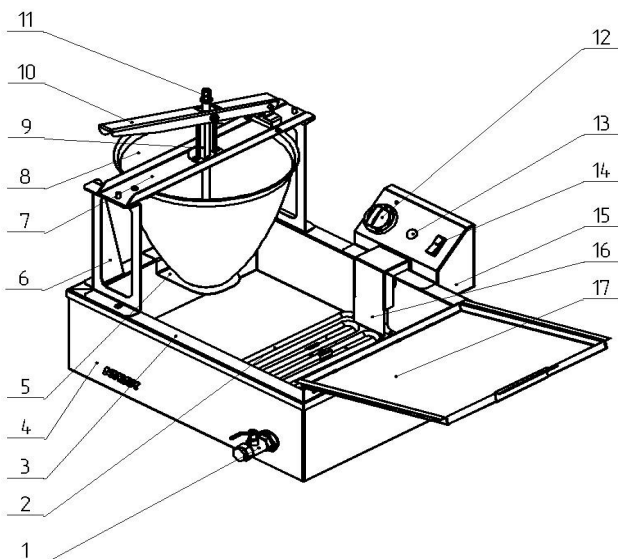
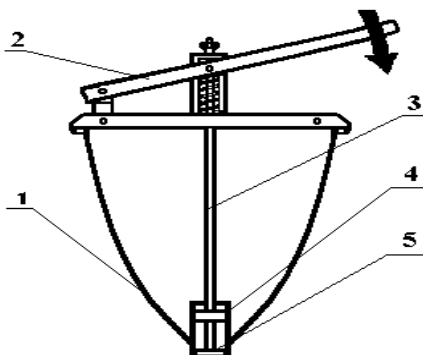

Рис.1
Рис.2
- установить дозатор на стойки (6);
- нажать рычаг дозатора (2) (рис.2) и закрутить гайку (11)
(рис.1) до устранения зазора между поршнем формирующим (5) (рис.2) и дозирующей головкой пончикового аппарата (4) (рис.2). При нажатом рычаге расстояние между поршнем формирующим (5) (рис.2) и дозирующей головкой (4) (рис.2) должно быть не менее 10-15 мм. Уменьшение расстояния между поршнем и дозирующей головкой приведет к уменьшению массы пончика.
4.11. Плавно, без рывков и ударов, нажмите до упора на рычаг дозатора (2) (рис.2) и отпустите его. Обратный ход рычаг совершит самостоятельно. При этом сформируется пончик стандартного размера весом около 30 грамм и упадет в разогретый фритюр.
Нажимать на рычаг дозатора (2) (рис.2) для формирования следующего пончика следует через 7 – 15 секунд (в зависимости от консистенции теста). Чем круче тесто, тем реже необходимо нажимать на рычаг дозатора. В противном случае тесто не будет успевать затекать в дозирующую головку и пончик будет формироваться некачественно.